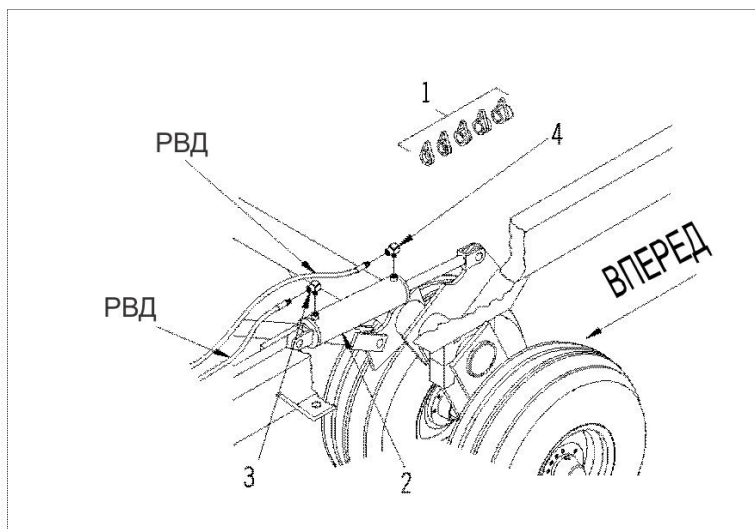

Рис. 4 Установка гидроцилиндра
7. Подсоединение рукавов высокого давления Рис. 4.